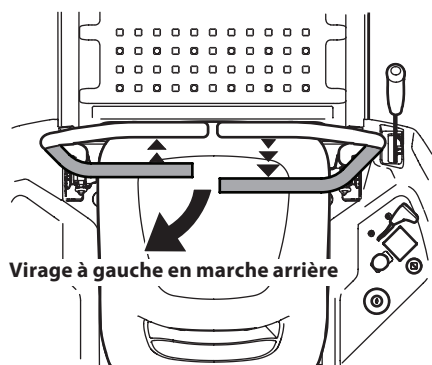

Figure 3-8
1. Pour tourner à gauche en marche arrière, poussez la barre de conduite gauche vers l'avant et tirez la barre de conduite droite vers vous. Voir Figure 3-8.